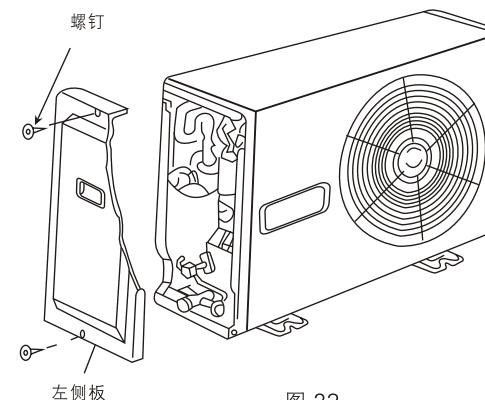

图23
(1) 将左侧板拆开。(如图23)
(2) 将截止阀的纳嘴与密封帽拆开。